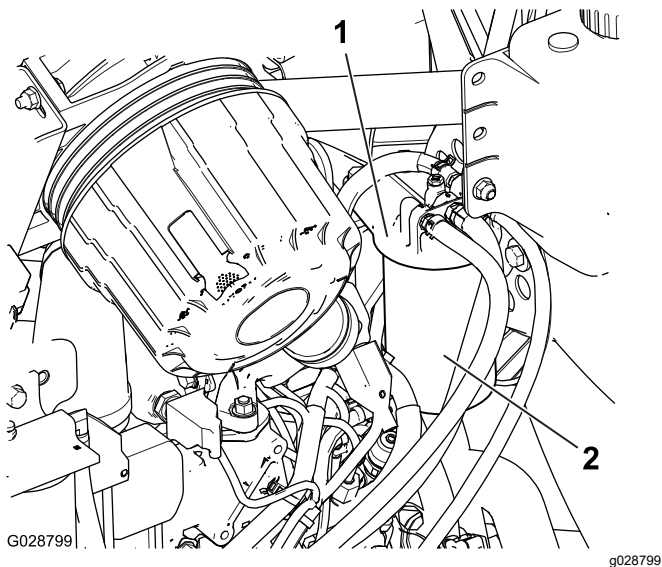

图 55
1. 清理燃油滤清器头附近的区域图 55。
2. 拆下滤清器并清洁滤清器头安装面图 55。